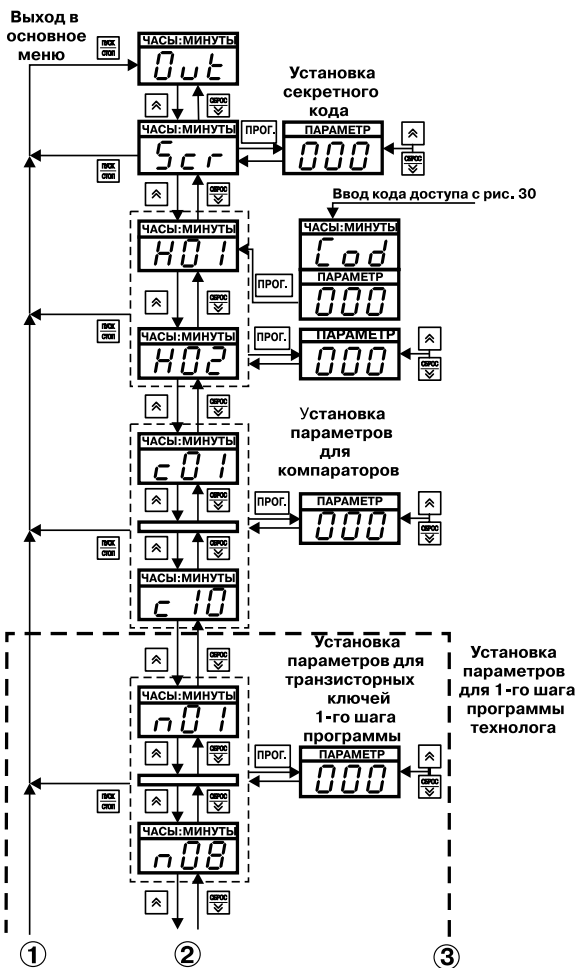

Рис. 31. Схема, поясняющая программирование на уровне L1
Для выхода из уровня программирования L2 необходимо нажать кнопку **ПУСК/СТОП** (см. рис. 31), после чего прибор перейдет в состояние «0ut» основного меню.
4.2.4.1. На рис. 31 изображена схема, поясняющая программирование на уровне L1, где задаются значения параметров программ управления (программ технолога). На индикаторе «ЧАСЫ:МИНУТЫ» отображаются имена параметров программ управления, на индикаторе «ПАРАМЕТР» – значения параметров (см. прил. Д).
**Примечание.** Все параметры, изображенные на рис. 31, кроме двух самых верхних и двух самых нижних прямоугольников, принадлежат только одной программе управления (программе технолога).
Продолжение рис. 31